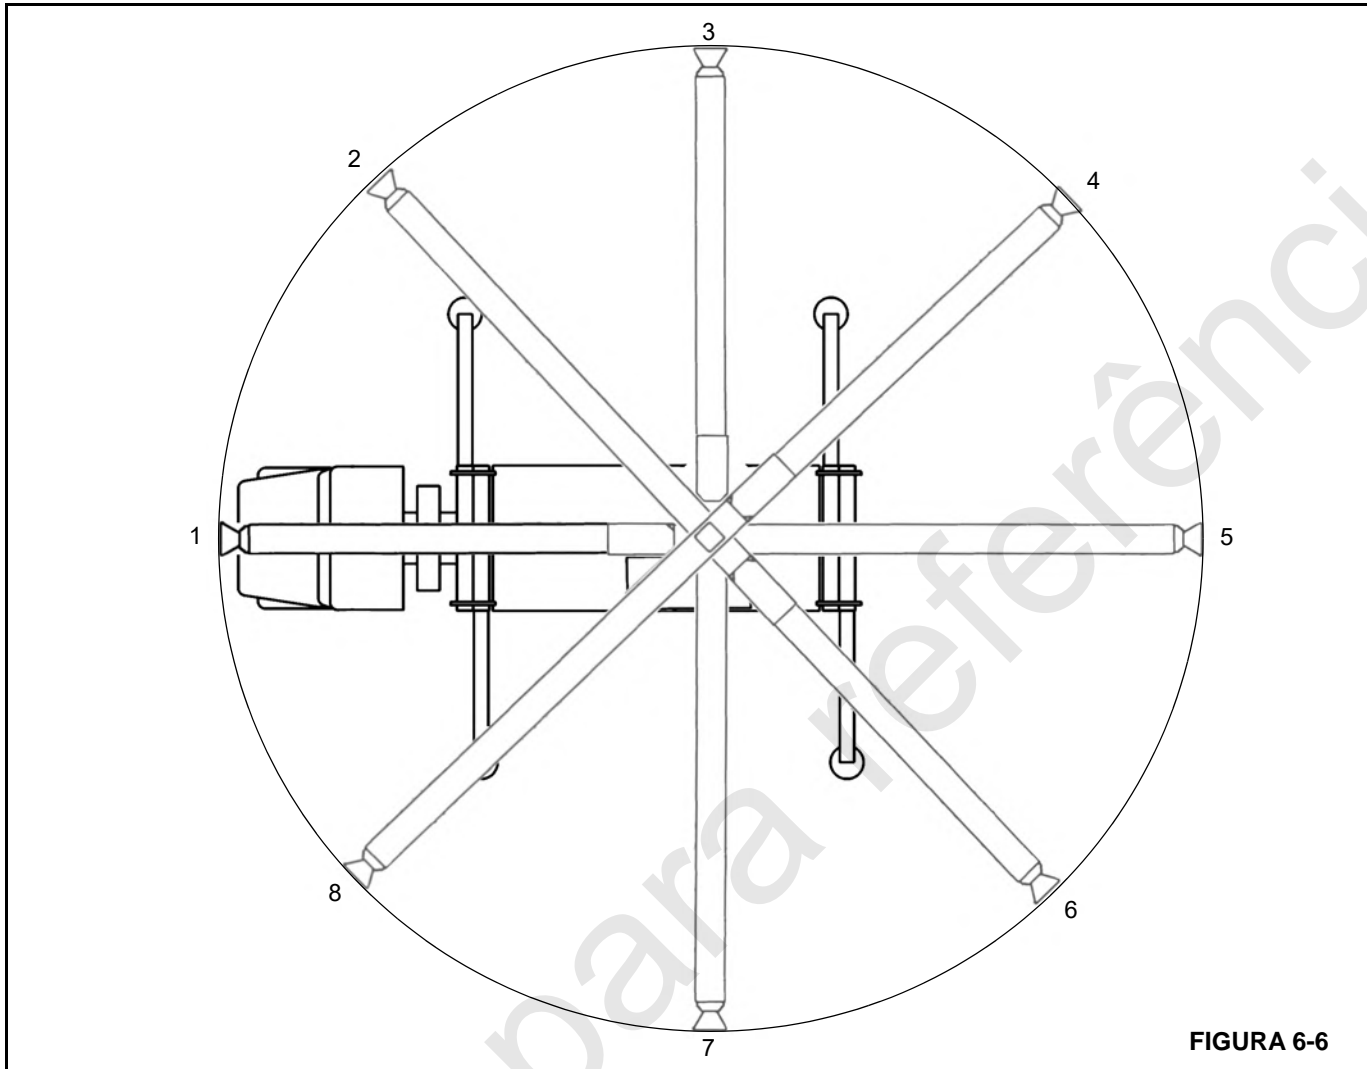

FIGURA 6-6
10. Se a média for inferior a 2 mm (0.090 pol.), repita a medição a cada 45° em torno da área total de trabalho do guindaste (Figura 6-6).